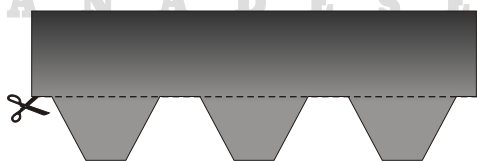
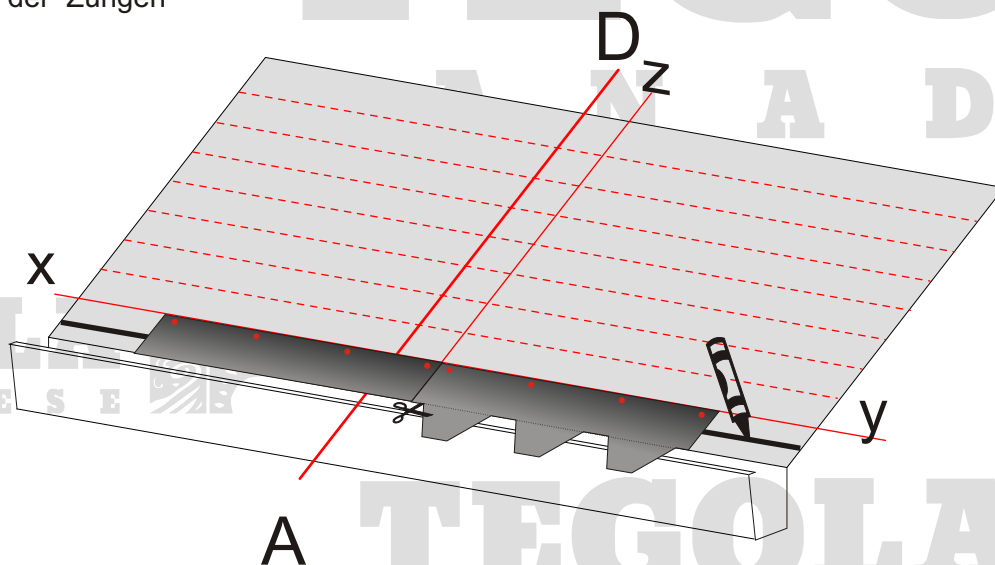

Abb. 2 - Abschneiden der Zungen
Abb. 3 - Verlegung der Anfangsreihe
- Einen dünnen Streifen Bitustick Kaltkleber auf die Trauflinie auftragen (Abb.3);
- Die Zungen der Schindeln für die Anfangsreihe abschneiden (Abb.2), die Schutzfolie von der Rückseite der Schindelzungen entfernen, und die Schindeln an die Linie  $z$  anlegen (Abb.3);